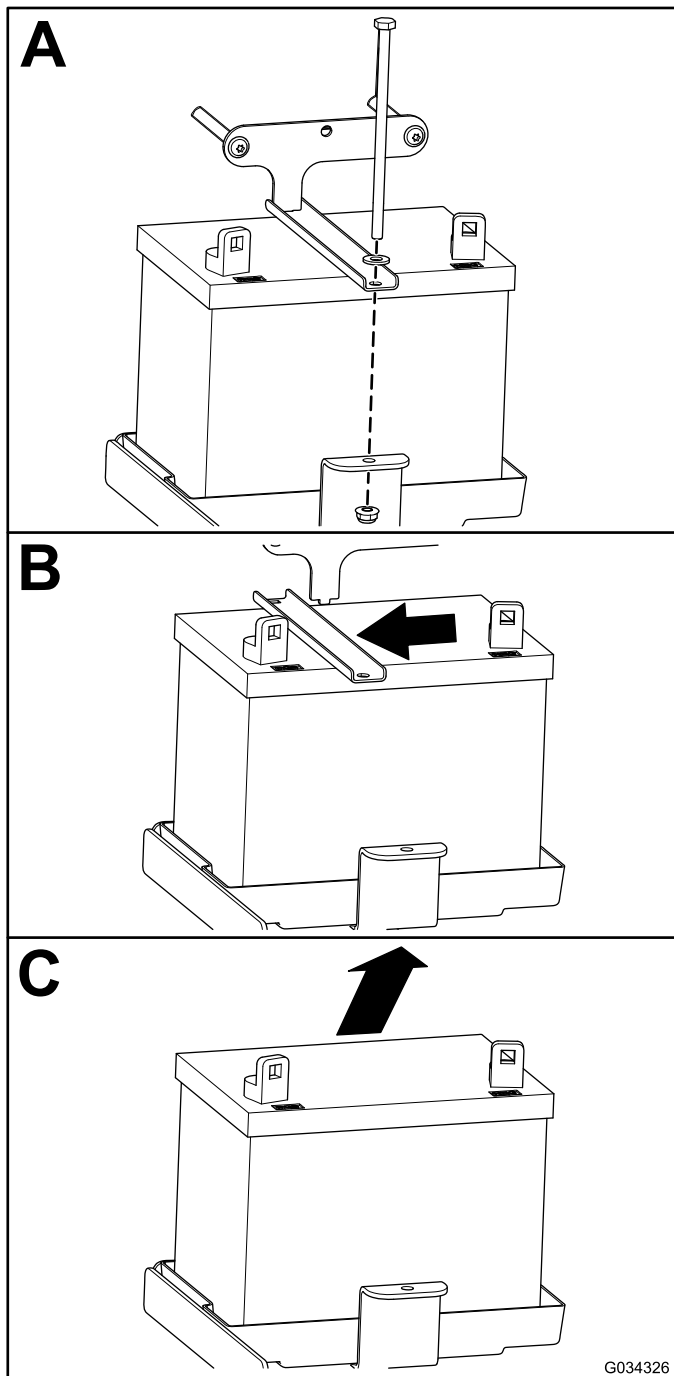

Figura 46
2. Îndepărtați bateria în modul indicat în Figura 46.